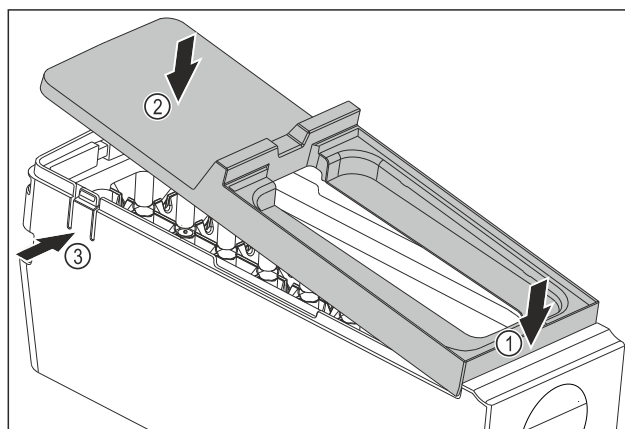

Fig. 144
- Montering af EasyTwist-Ice-legemets afdækning: Påsæt afdækningen foran. Fig. 144 (1)
- Sænk afdækningen bagtil. Fig. 144 (2)
- Afdækningen går hørbart i indgreb i begge lasker Fig. 144 (3).